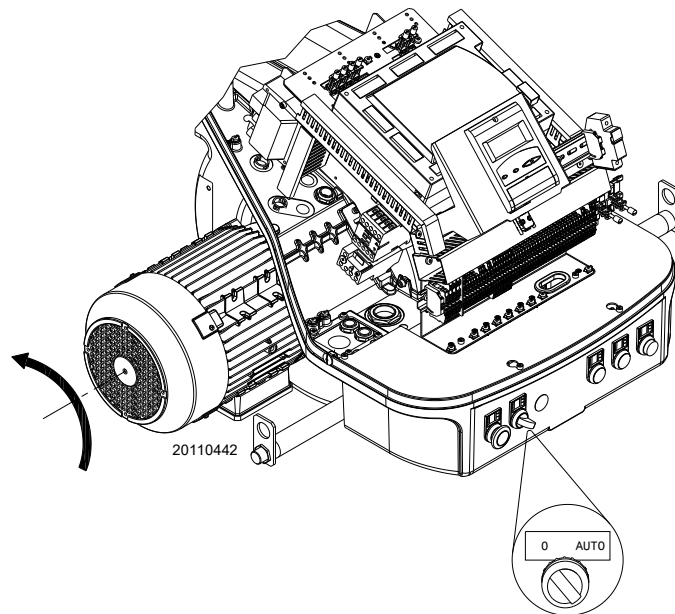

Рис. 27
Замкните термостаты/реле давления и установите выключатель (Рис. 27) в положение «АВТ».
Если они показывают наличие напряжения, остановите **немедленно** горелку и проверьте электрические соединения. Когда горелка запустится, проверьте направление вращения двигателя, как показано на Рис. 27.
- Установите выключатель Рис. 27 в положение «0» и подождите, пока автомат горения не выполнит процедуру отключения.
- при помощи выключателя **0-ABT** на Рис. 27 на стр. 30;